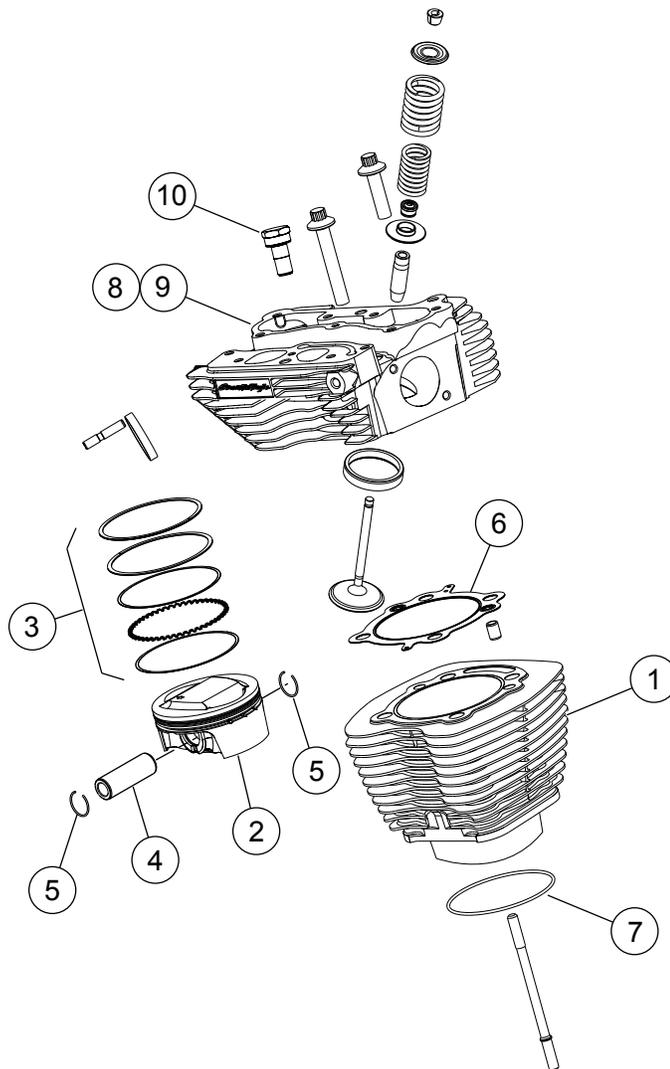
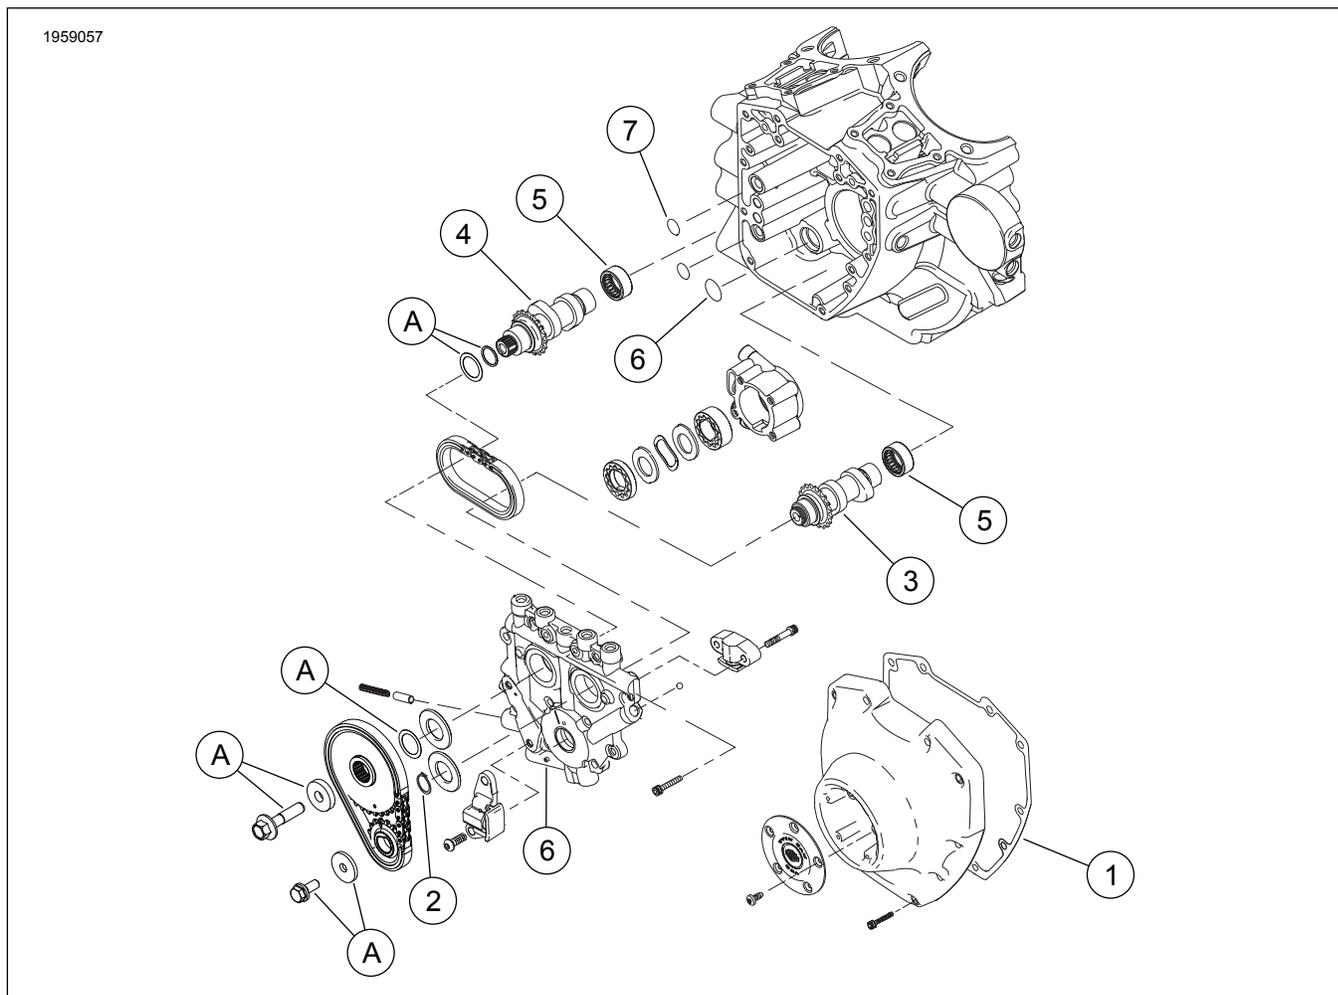

Figura 1. Parti di ricambio: Kit Stage 4 Screamin' Eagle Pro TC 103 (1.690 cm³)
Figura 3. Parti di ricambio: Kit Stage 4 Screamin' Eagle Pro TC 103 (1.690 cm³)
Vedere da Figura 1 a Figura 3, e da Tabella 1 a Tabella 3.
1. Vedere Figura 3 Controllare i cuscinetti a rulli dell'albero a camme (5) e sostituirli se necessario.
2. Vedere da Figura 1 a Figura 3. Montare le camme sulla piastra delle camme, sulle testate performance e sulla parte superiore del motore usando le parti dal kit. Consultare le sezioni relative al MOTORE nel manuale di manutenzione.
| 8 | Guarnizione, sfianto (2) | Parte non venduta separatamente | Note: Il kit guarnizione sfianto (17162-03) include i modelli da 8 a 11. Gli articoli da 1 a 13 sono inclusi nel kit revisione della parte superiore (17052-99B) e negli articoli 6 e 7, Figura 1. | | |